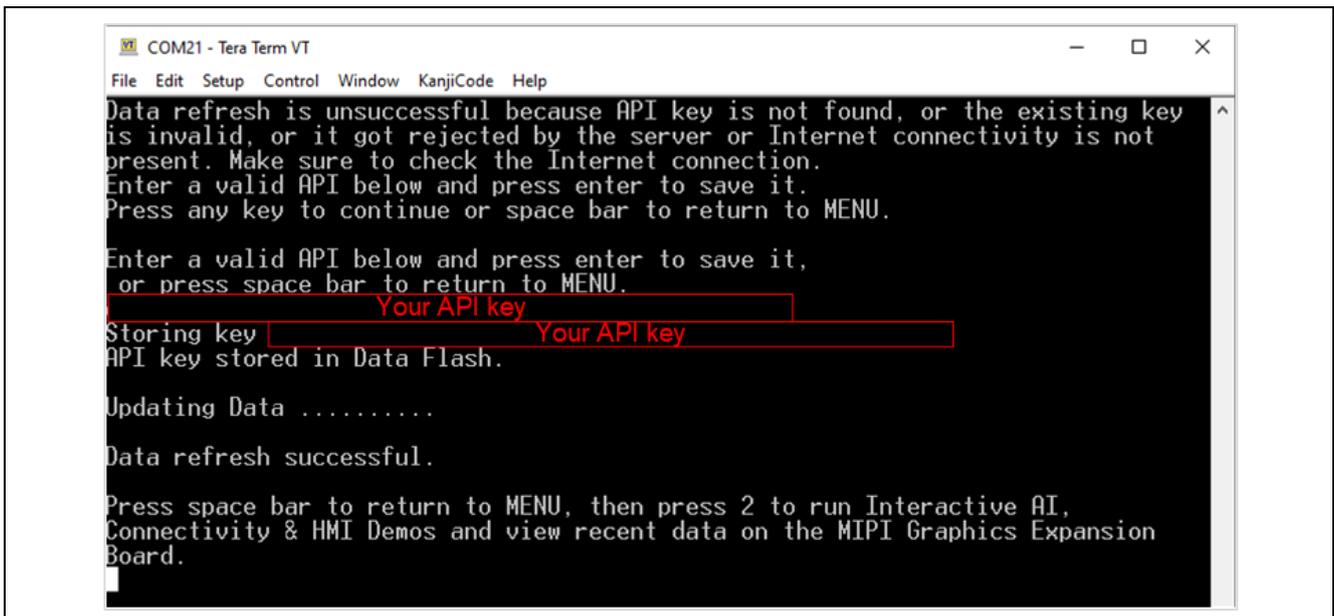

図 30. Currency API キーの初回入力
4. API キーが存在しない場合、コンソールは図 30 に示すように表示されます。